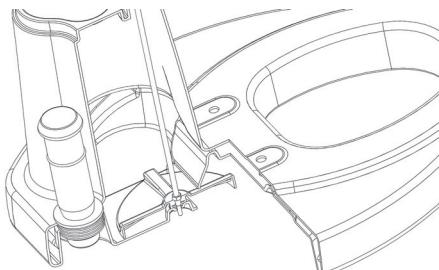

рис. 5
8. Соедините разбрасыватель и привод при помощи резьбового соединения. Внимание! Шток разбрасывателя должен входить в отверстие внизу бака (рис. 5).